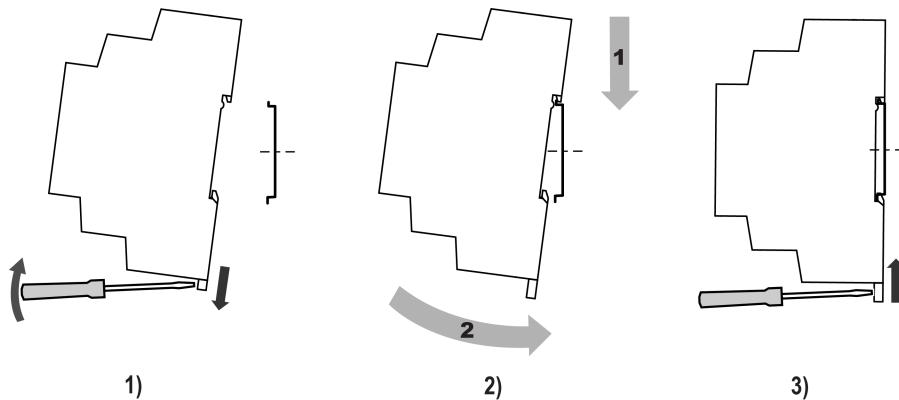

Рисунок 4.1 – Установка прибора
- Вставив отвертку в проушину, оттянуть защелку (см. рисунок 4.1, 1);
- Установить прибор на DIN-рейку в направлении стрелки 1 (см. рисунок 4.1, 2);
- Прижать прибор к DIN-рейке в направлении, показанном стрелкой 2. Отверткой зафиксировать защелку (см. рисунок 4.1, 3);